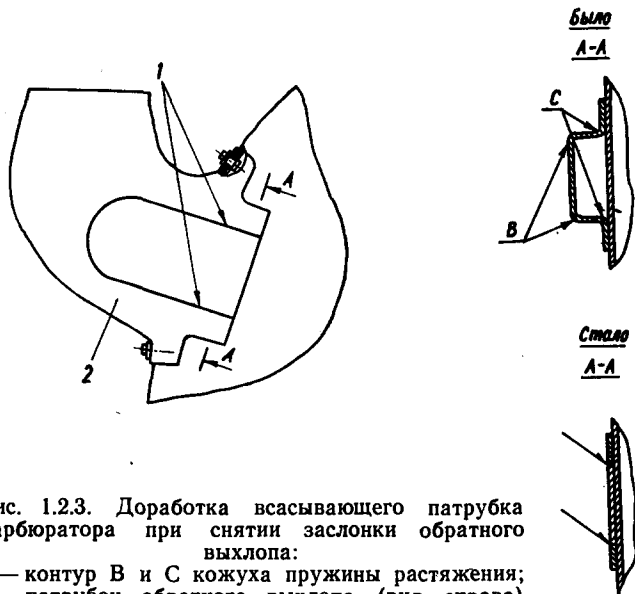

Рис. 1.2.3. Доработка всасывающего патрубка карбюратора при снятии заслонки обратного выхлопа:
2.10.5.2. Вырежьте радиусными ножницами щеку (рис. 1.2.3) по контурам «В» и «С».